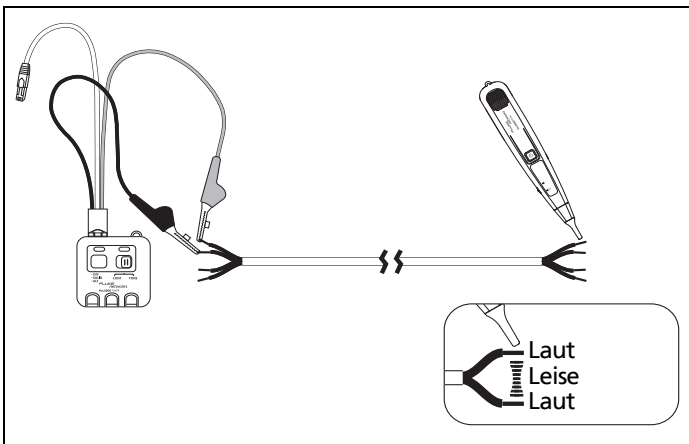

Abbildung 4. Verfolgen von Aderpaaren
- 2 Bewegen Sie die Prüfspitze der Sonde langsam im rechten Winkel über die Adern (Abbildung 4). Wenn der Ton über der ersten Ader LAUT, in der Mitte zwischen beiden Adern LEISE und über der zweiten Ader wieder LAUT ist, haben Sie das Zieladerpaar korrekt geortet.
Positive Identifizierung mit SmartTone (Abbildung 4):